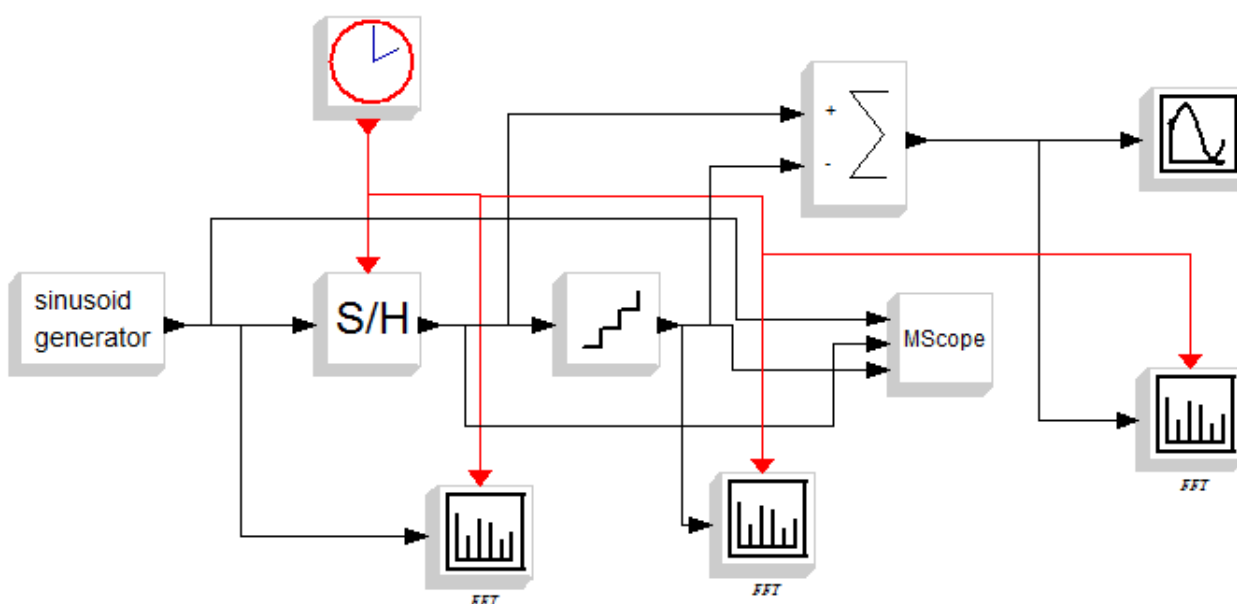

Рисунок 2.14 – Схема модели АЦП
4. Собрать схему аналого-цифрового преобразователя (рисунок 2.14).